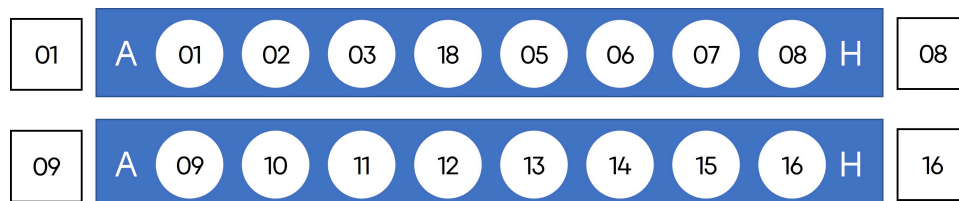

图 6 文库制备模块中 16 RXN Barcode 孔位排列
3. 各规格所搭配引物具体 Barcode 编码信息，见第 44 页“图 6 文库制备模块中 16 RXN Barcode 孔位排列”和第 47 页“图 7 甲基化接头和单端条形码引物模块 PCR BC Primer-96 孔位排列”。